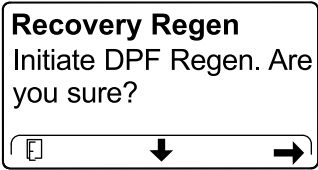

Figura 64
- En la pantalla INITIATE DPF REGEN (Iniciar regeneración de DPF), pulse el botón derecho para continuar (Figura 64).